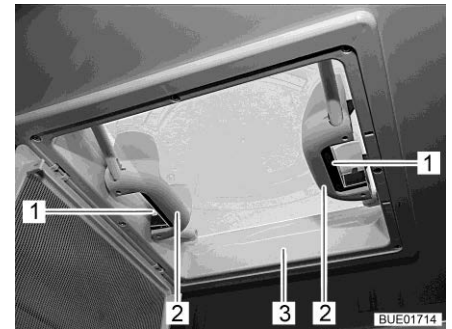

Fig. 124 Maniglia con oblò a scatto
- Premere la chiusura a scatto (Fig. 124,1) verso l'interno dell'oblò (Fig. 124,3). Premere contemporaneamente verso l'alto l'oblò con la maniglia (Fig. 124,2).
- Tirare con forza verso il basso le due maniglie (Fig. 124,3) dell'oblò (Fig. 124,2), fino all'innesto (Fig. 124,1) di entrambe le chiusure.